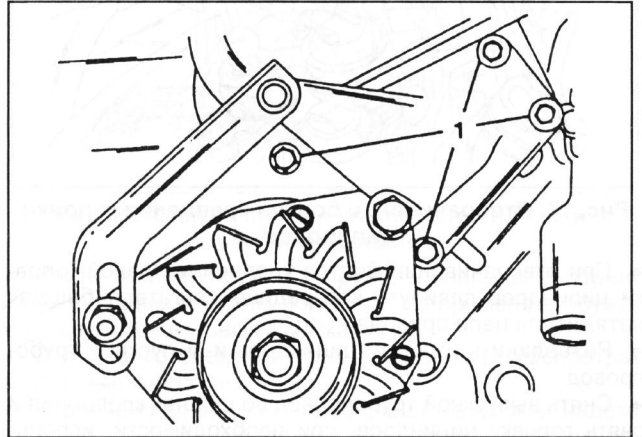

Рис. 15. Крепление генератора.
- ♦ Снять генератор вместе с деталями крепления. Для этого отвернуть четыре болта крепления кронштейна генератора (см. рис. 15) и болт и гайку крепления натяжителя генератора. Снять ремень привода генератора.